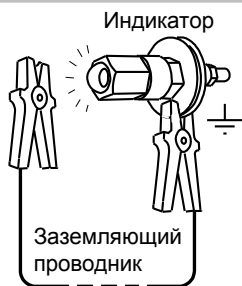

Рис. 4 Устройство УЗА-3В
4.1.1. **Устройство:** В состав устройства УЗА-3В (рис. 4) входят индикатор УЗА-3В (рис. 6) и заземляющий проводник (рис. 13). Индикатор УЗА-3В (рис. 5) состоит из металлического корпуса с резьбовой шпилькой М8, дисковыми контактами, разделенными изолирующей шайбой, и съемного колпачка, в котором находятся яркий светодиод красного цвета (угол обзора  $180^\circ$ ) и плата контроллера, залитые компаундом. В корпусе находится литиевый элемент питания CR123 ( $\varnothing 16,9 \times 34,5$  - используются в фотоаппаратах) – расположенный «плюсом» к схемному колпачку. На шпильке М8 установлены гайки и зубчатые шайбы, обеспечивающие, при затяжке, надежный электрический контакт для отвода статического электричества.